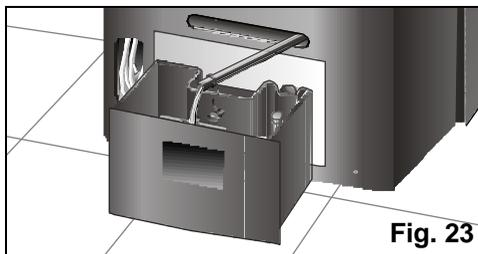

Fig. 23
- ❑ Svuotate prima l'acqua di condensa che ci può essere nel serbatoio interno, sfilando dalla sua sede il tubo di scolo dell'acqua e smontando il tappo - Fig. 23 - per evacuare l'acqua prodotta. All'avvenuto svuotamento del serbatoio, non dimenticate di collocare tappo e tubo nelle loro sedi.